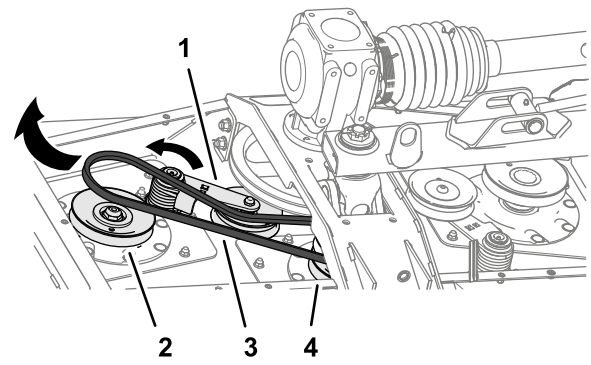

Bild 66
3. Drehen Sie den Riemenspanner für den kurzen Riemen mit einer Brechstange oder ähnlichem Werkzeug gegen den Uhrzeigersinn und ziehen Sie den Riemen von der Spannscheibe ab (**Bild 66**).